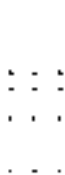

图 17.10.11 修剪直线 (一)
(4) 修剪与绘制直线。
① 用 **修改(M)** → **修剪(T)** 命令完成对直线的修剪, 删除多余的水平线, 完成后的图形如图 17.10.11 所示。